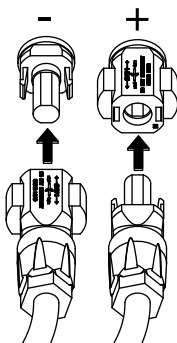

Abb. 31: PV-String anschließen
6. Die Buchsen und Stecker der DC-Leitungen am Wechselrichter einstecken. **☑ Abb. 31**